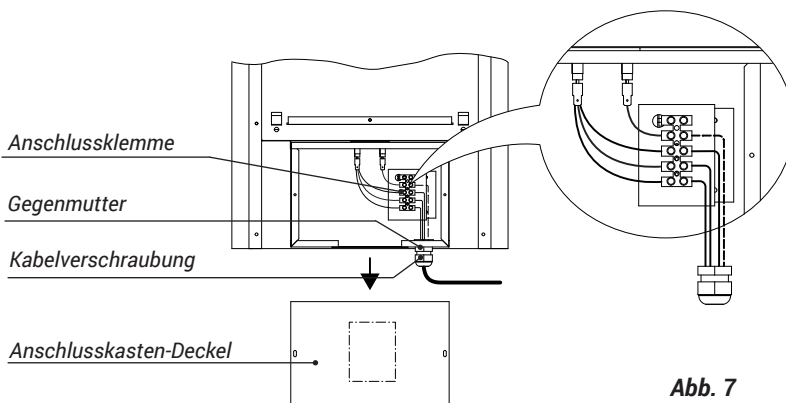

Abb. 7
- Elektrischer Anschluss gemäß Abb. 7 und Anschlussbeispiel.